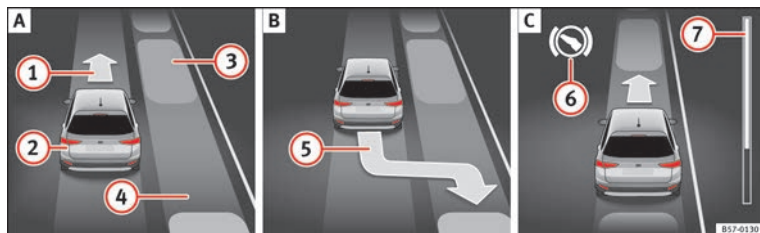
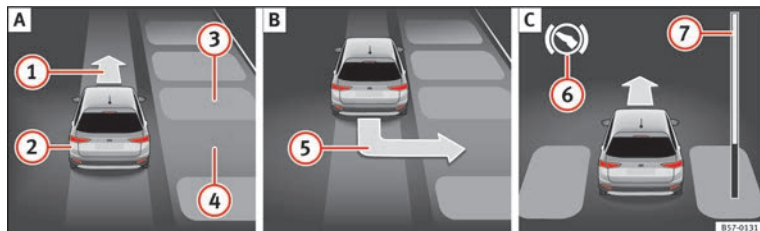

Abb. 212 Im Display des Kombiinstrumentes: längs einparken. **A** Eine Parklücke suchen. **B** Position zum Einparken. **C** Rangieren.
Abb. 213 Im Display des Kombiinstrumentes: quer einparken. **A** Eine Parklücke suchen. **B** Position zum Einparken. **C** Rangieren.
Legende zu **Abb. 212** und **Abb. 213**:
Die Fortschrittsanzeigen » **Abb. 212 ⑦** und » **Abb. 213 ⑦** im Display des Kombiinstrumentes zeigt symbolisch die noch zu fahrende relative Fahrstrecke an. Je größer der Abstand ist, umso voller ist die Fortschrittsanzeige. Beim Vorwärtsfahren verkleinert sich der Inhalt der Fortschrittsanzeige nach oben und beim Rückwärtsfahren nach unten.
2.	Schauen Sie auf der Bildschirmanzeige im Kombiinstrument, ob die Parklücke als „geeignet“ erkannt wurde und ob die korrekte Position zum Einparken » Abb. 212 B oder » Abb. 213 B erreicht wurde. Die Parklücke wird als „geeignet“ betrachtet, wenn auf dem Display des Kombiinstrumentes die Anzeige zum Einparken erscheint (5).
Fahren Sie zurück, bis der Dauerton des ParkPilot ertönt. ODER: fahren Sie zurück, bis am Display des Kombiinstrumentes die Anzeige für Vorwärtsfahrt » Abb. 212 A ① oder » Abb. 213 A ① erscheint. ODER: fahren Sie zurück, bis am Display des Kombiinstrumentes die Meldung Park Assist beendet erscheint.
6.	Die Fortschrittsanzeige ⑦ zeigt den zurückzulegenden Abstand an » Seite 246.
9.	Der Parklenkassistent lenkt das Fahrzeug vorwärts und rückwärts bis es in der Parklücke zentriert ist » Abb. 212 C oder » Abb. 213 C.